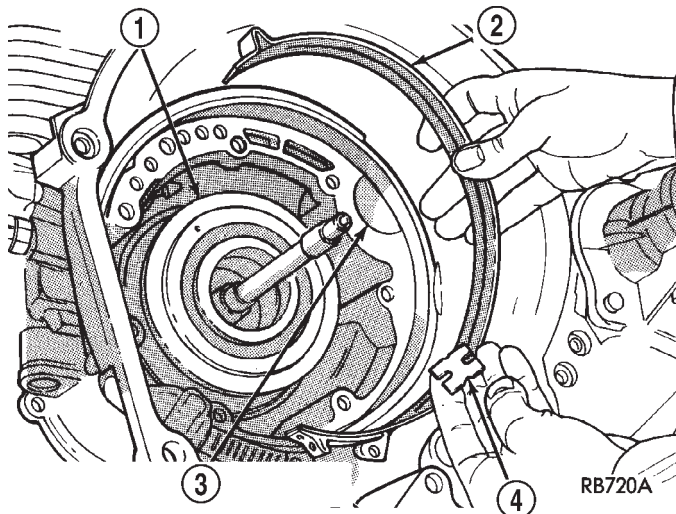

Fig. 57 Correa de retirada y montante
(16) Instale la correa de retirada (Fig. 57). No instale el montante ni la ajuste en este momento.